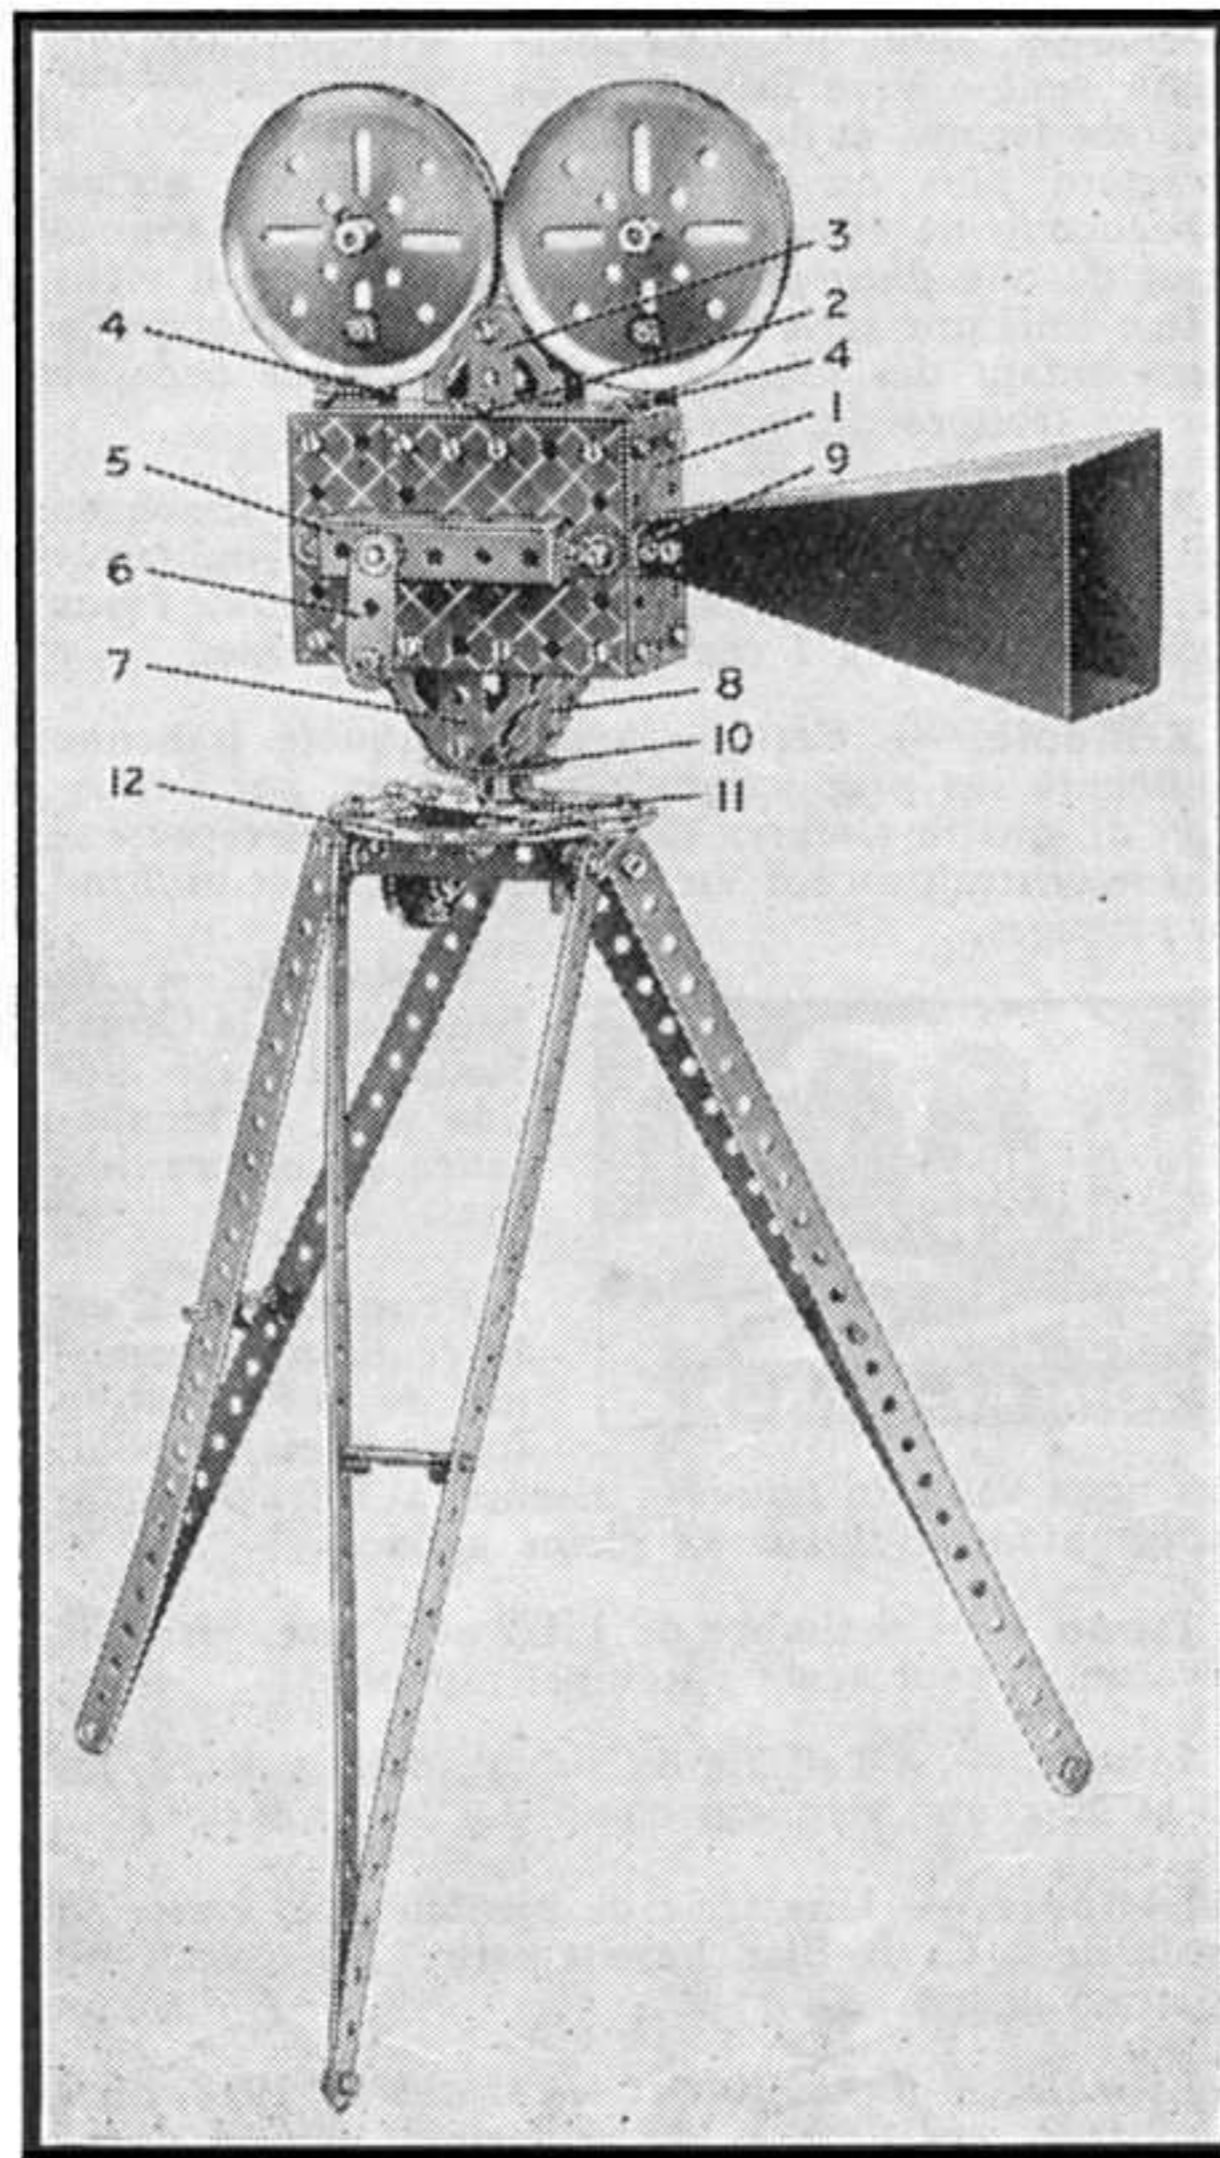

Fig. 3. — Camera (Boîte D).
La figure 3 représente un très beau modèle d'appareil cinématographique de prise de vues, construit avec les pièces contenues dans la Boîte D.
Ce modèle ne peut pas servir, en réalité, à des prises de vue, mais son aspect extrêmement réaliste le rend très intéressant. Le corps de la camera est formé de Plaques Flexibles, chacun de ses côtés étant composé de deux Plaques, dont une de 6×6 cm. et l'autre de 60×38 mm. Les quatre coins de chaque côté portent des Équerres de 12×12 mm., auxquelles sont fixées des Plaques Flexibles de 60×38 mm. ; on voit une de ces Plaques (1) sur notre cliché. Les Plaques latérales sont réunies par une Bande Coudée de 32×12 mm. (2), qui porte deux Bandes de 9 cm. et deux Embases Triangulées Coudées 3. Les Bandes de 9 cm. forment les deux tiers du dessus de la camera, l'autre tiers étant recouvert par les rebords des Embases Triangulées Coudées 3 et deux Bandes de 38 mm. Quatre Supports Plats sont fixés en outre aux extrémités des Bandes formant le dessus de la camera. Le côté du modèle que l'on ne voit pas sur la figure 3 porte deux Bandes de 6 cm., que l'on aperçoit en 4. Les extrémités supérieures de ces